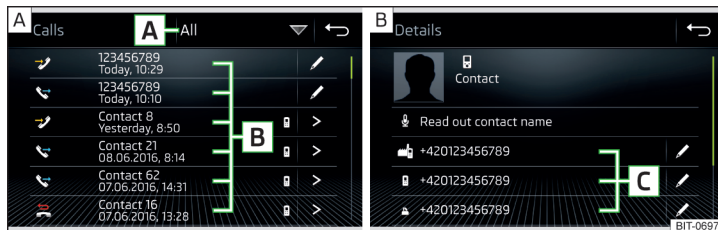

Fig. 154 Lista de llamadas / detalle del contacto
- En el menú principal *Teléfono* pulse la superficie funcional , se muestra una lista de llamadas » fig. 154 - **A**.
- > Visualización del detalle del contacto » fig. 154 - **B**